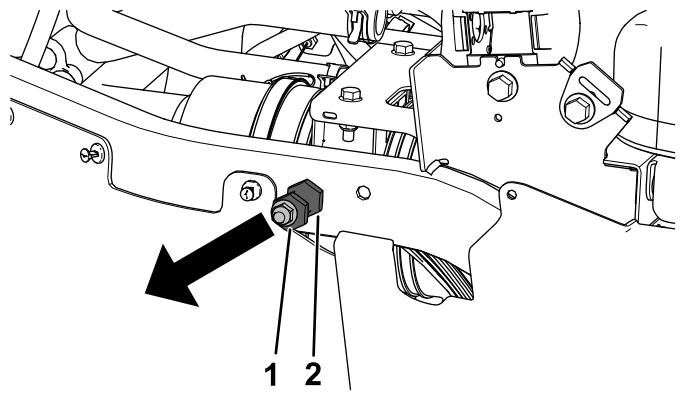

Figura 11
4. Retire la contratuerca ( $\frac{3}{8}$ ") y el pasador de cierre de los tubos traseros izquierdo y derecho del bastidor (Figura 11).